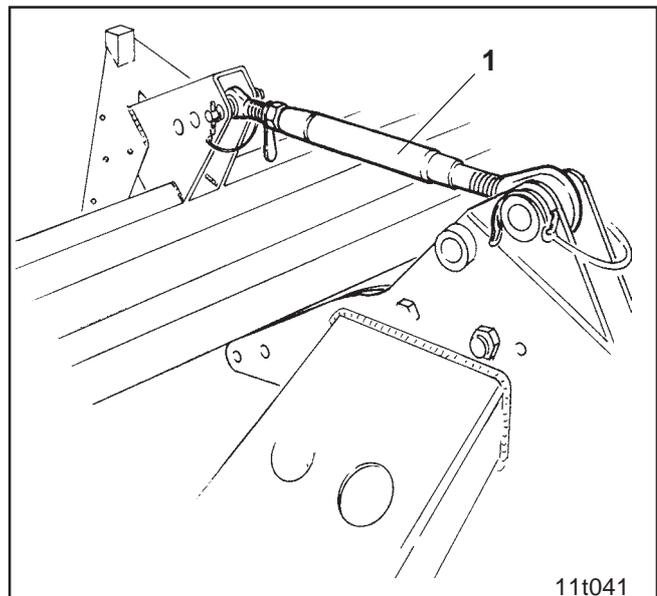

Fig. 22.5
- Oberlenker (Fig. 22.5/1) an Aufbau-Särschiene und Bodenbearbeitungsmaschine abstecken und die Befestigungsbolzen mit Klapsteckern sichern.
- Aufbau-Särschiene AS durch Verstellen des Oberlenkers (Fig. 22.5/1) ausrichten.